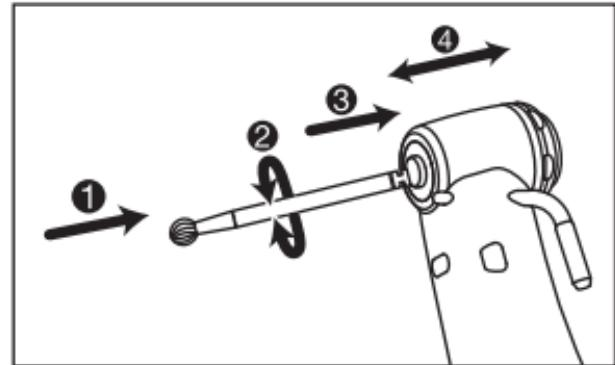

Abb.1
- 1) Setzen Sie den Bohrer/die Fräse in den Kopf ein. (Abb. 1 ①)
- 2) Drehen Sie den Bohrer/die Fräse leicht, bis sie in den Mechanismus einrasten. (Abb. 1 ②)
- 3) Schieben Sie die Fräse/den Bohrer nach innen, damit sie/er einklickt und dann verriegelt ist. (Abb. 1 ③)
- Nachdem die Fräse/der Bohrer an ihrem/seinem vorgesehenen Platz verriegelt wurde, ziehen Sie leicht an der Fräse/dem Bohrer, um sich zu vergewissern, dass die Fräse/der Bohrer gesichert ist.(Abb. 1 ④)